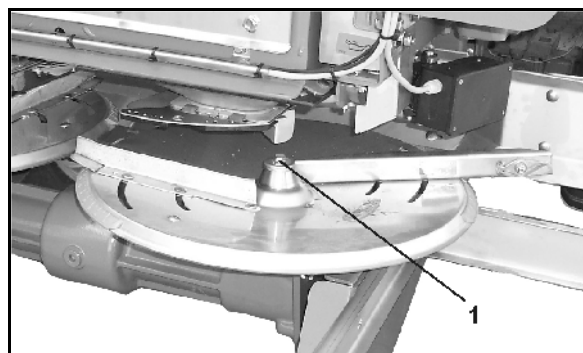

Рис. 55
1. Выверните барашковый винт (Рис. 55/1).
2. Поверните распределяющий диск таким образом, чтобы отверстие диска  $\varnothing 8$  мм (Рис. 55) было установлено по центру агрегата.